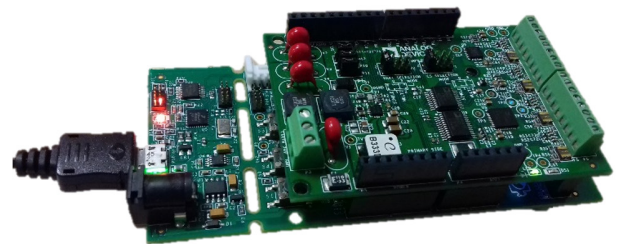

図 13. EVAL-ADICUP3029 に接続した EVAL-CN0414-ARDZ
2. 図 13 と同じように、EVAL-CN0414-ARDZ 評価用ボードを EVAL-ADICUP3029 に接続します。